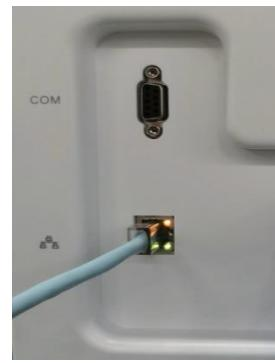

Figura 2-1 Collegamento del cavo di alimentazione Figura 2-2 Collegamento del cavo dati
Assicurarsi che l'interruttore di alimentazione sul pannello posteriore dello strumento sia in stato di spegnimento (O), estrarre il cavo di alimentazione per inserire un'estremità nell'interruttore di alimentazione e collegare l'altra estremità a una presa o a una ciabatta. Il collegamento del cavo di alimentazione è illustrato nella Figura 2-1.